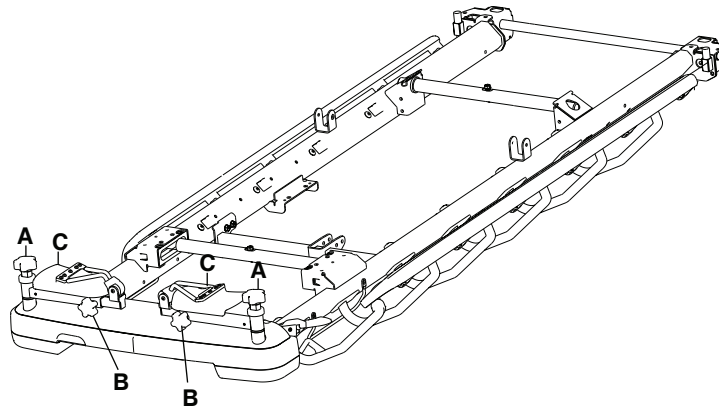

Figura 22 – Almacenamiento de los soportes de los pies
3. Afloje el mando de la pierna (B) situado en el lateral de los soportes de los pies para ajustar la longitud.
4. Apriete el mando de la pierna (B) para bloquear los soportes de los pies en la posición deseada.
5. Levante los soportes de los pies (C) antes de colocar al paciente.
6. Invierta los pasos para almacenar los soportes de los pies (Figura 22).